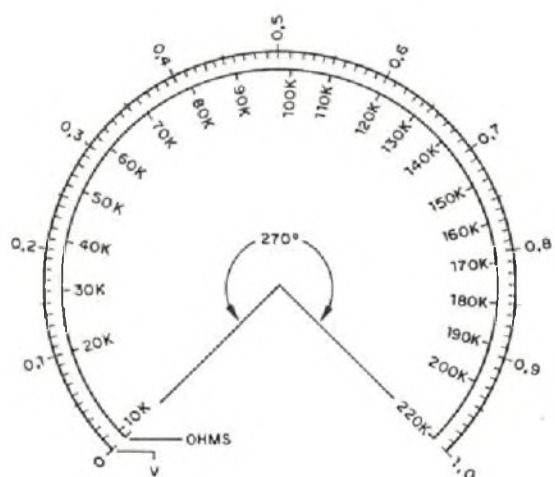

FIGURA 12
d) Faça as ligações ao potenciômetro usando fio flexível de capa plástica. O potenciômetro deve ser fixado no painel firmemente e o botão deste componente deve ser de tal modo a poder ter-se uma marcação precisa na escala. Na figura 12